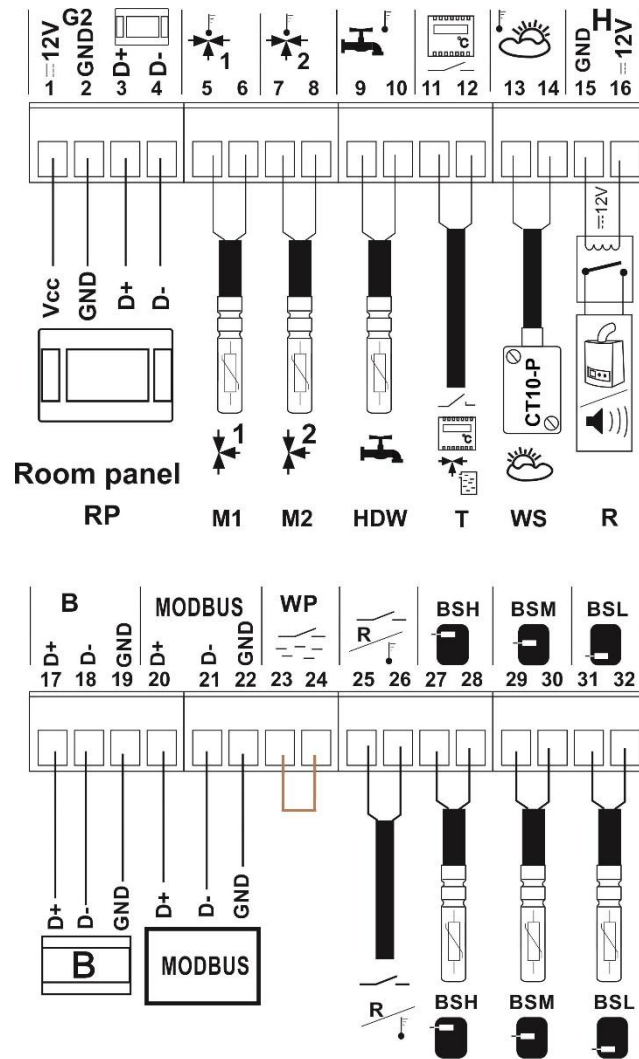

Abbildung 24: Verdrahtungsschema der Sensoren und des Raumbediengeräts
Schließen Sie den entsprechenden externen Fühler an die entsprechenden Klemmen der Schalttafel an (siehe Abbildung 24) und platzieren Sie das Messelement an der gewünschten Stelle in der Heizungsanlage. Das Fühlerkabel darf nicht mit heißen Oberflächen des Kessels oder der Heizungsanlage in Berührung kommen und muss gegen Herausziehen gesichert sein.
Der Sensor wird über ein Kabel mit einem Mindestquerschnitt von 0,5 mm2 und einer maximalen Länge von 25 m angeschlossen. Die Polarität der Drähte ist nicht wichtig. Schließen Sie das freie Ende des Kabels an die Klemmen 13-14 (siehe Abbildung 24) an der linken Wand des Steuergehäuses an.
- den MIX-Temperatursensor an der linken Wand des Steuerschranks anschließen (siehe Abbildung 24)
Schließen Sie den Thermostat an die Klemmen 11-12 (Abbildung 24) an der linken Wand des Reglerschranks an. Nach der Installation muss der Raumthermostat im Menü für die Steuerung der gemischten Heizkreise aktiviert werden: